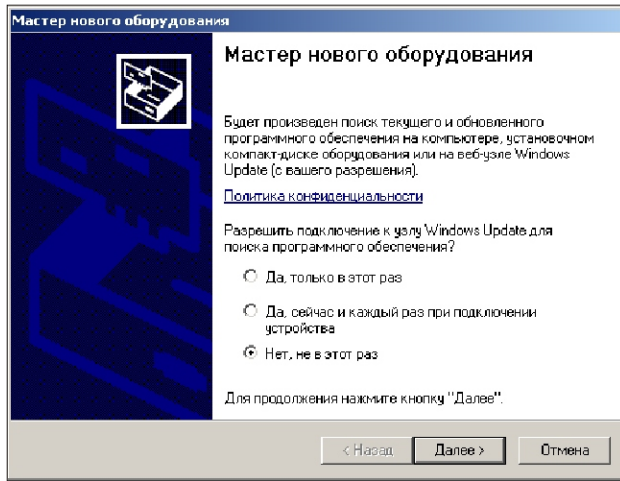

Рис. 3.3
- ♦ После того, как устройство установлено запустится “Мастер нового оборудования”, появится диалоговое окно, показанное на рис. 3.3.